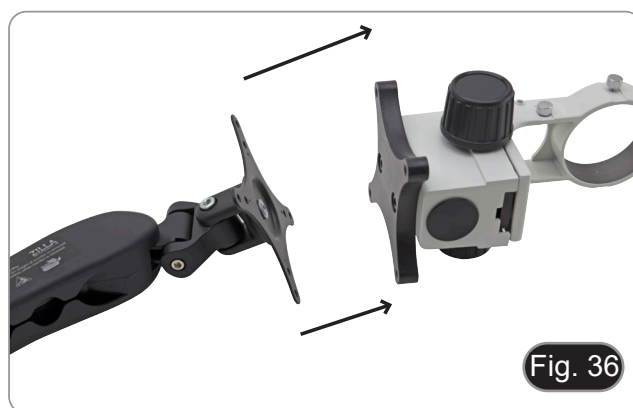

Fig. 36
10. Monte el sistema de foco en el brazo, utilizando los tornillos y la llave Allen suministrados. (Fig. 36)